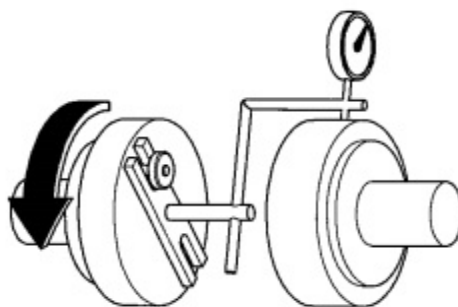

Рисунок 5 Проверка смещения по высоте и бокового смещения
- выполнить измерение, как показано на рис. 5;